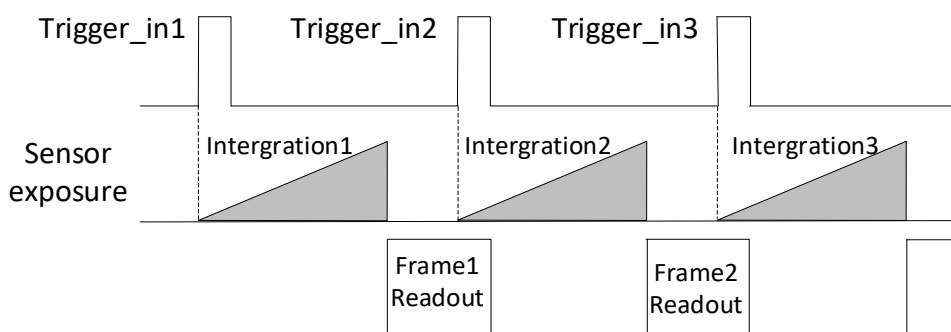

图4-19 第 2 帧正常处理时序
- 若第 2 个触发信号第 1 帧图像的曝光结束时间不早于相机当前第 1 个触发信号最后 1 帧的出图时间，则第 2 个触发信号第 1 帧图像正常出图，如图 4-19 所示；